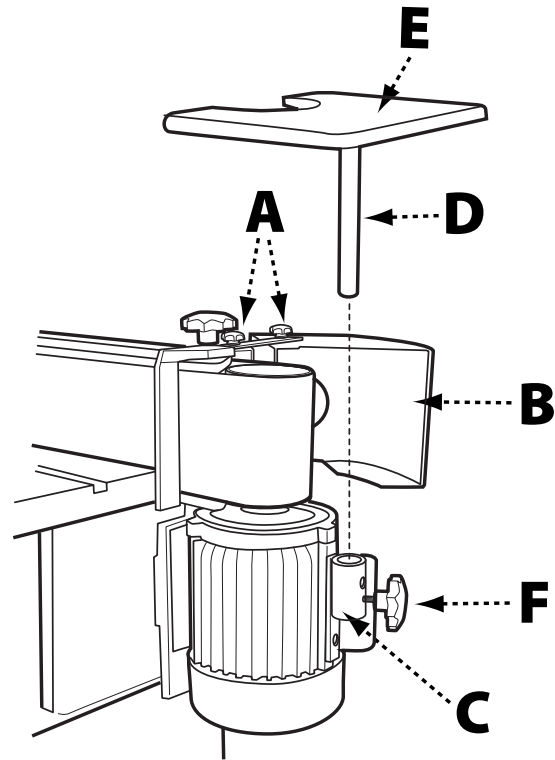

FIGURA 7
1. Afloje las perillas de bloqueo (A) en el protector del tambor (B) y gire el protector del tambor hacia atrás y aléjela. Vuelva a apretar las perillas de bloqueo.
2. Coloque la abrazadera de montaje (C) en el lado de la carcasa del motor y fíjela usando los dos tornillos de cabeza troncónica 10 240mm x 19mm como se muestra en la Figura 7. El extremo más largo de la abrazadera montada debe estar en la parte inferior.
3. Inserte el poste de montaje (D) en la mesa de lijado de contorno (E) y fíjelo usando el perno de cabeza hexagonal de 12mm y la tuerca de presión.
5. Fije el poste de montaje/ensamble de mesa a la abrazadera usando la perilla de bloqueo (20mm) (F).